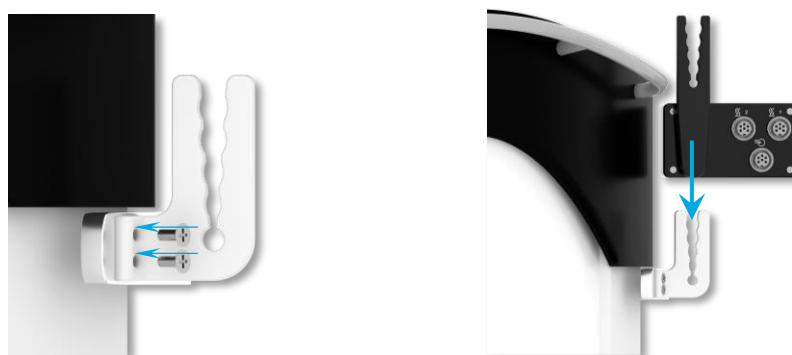

Figura 5:
1. Montați suportul pentru tuburi cu orificiul în sus, de partea stângă (vedere de sus), de Vacusat® power (Figura 5)
2. Suspendați Thermia Pro Console în suportul pentru tuburi (Figura 5).